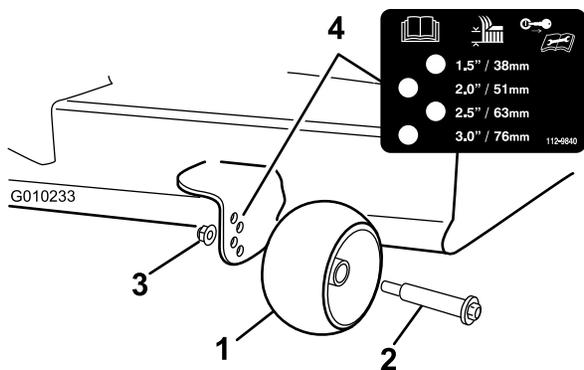

Рисунок 30
3. Установите защитные валики (Рисунок 30) в отверстия, соответствующие ближайшему положению высоты скашивания.